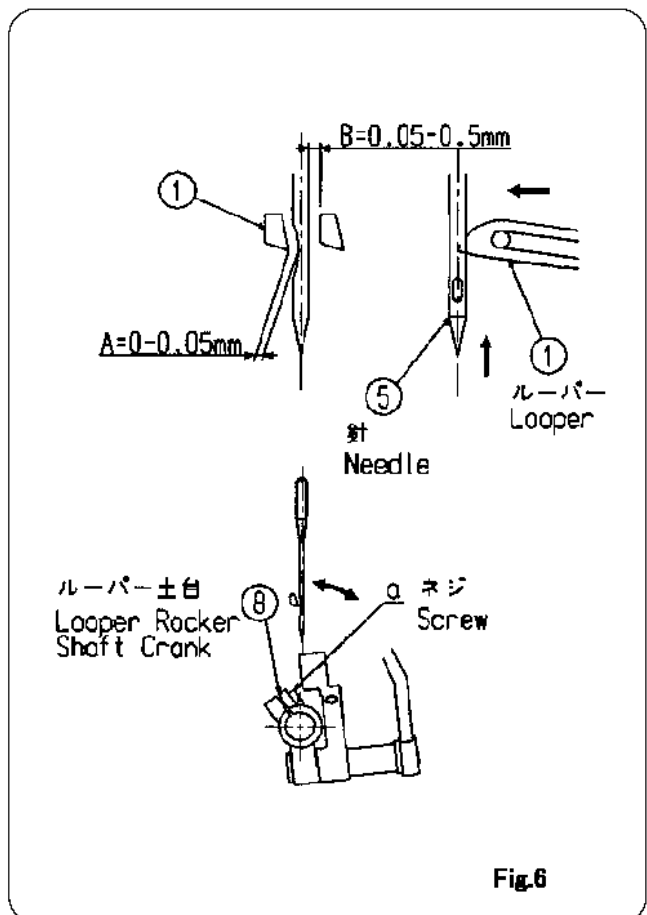

Fig.6
Clearance between Needle ⑤ and Loper ① is 0(zero) to 0.05mm as Loper passes far side of Needle in its forward travel, as shown in Fig.6. In no case, Loper should hit Needle. To adjust, loosen screw (a) of Loper Rocker Shaft Crank ⑧.
針とルーパの隙間は Fig.6 で示すように、ルーパ①の先端が針⑤の後を通過するとき、針との隙間が $A=0\sim 0.05\text{mm}$ になるようにして、針の後を突かないように調整してください。